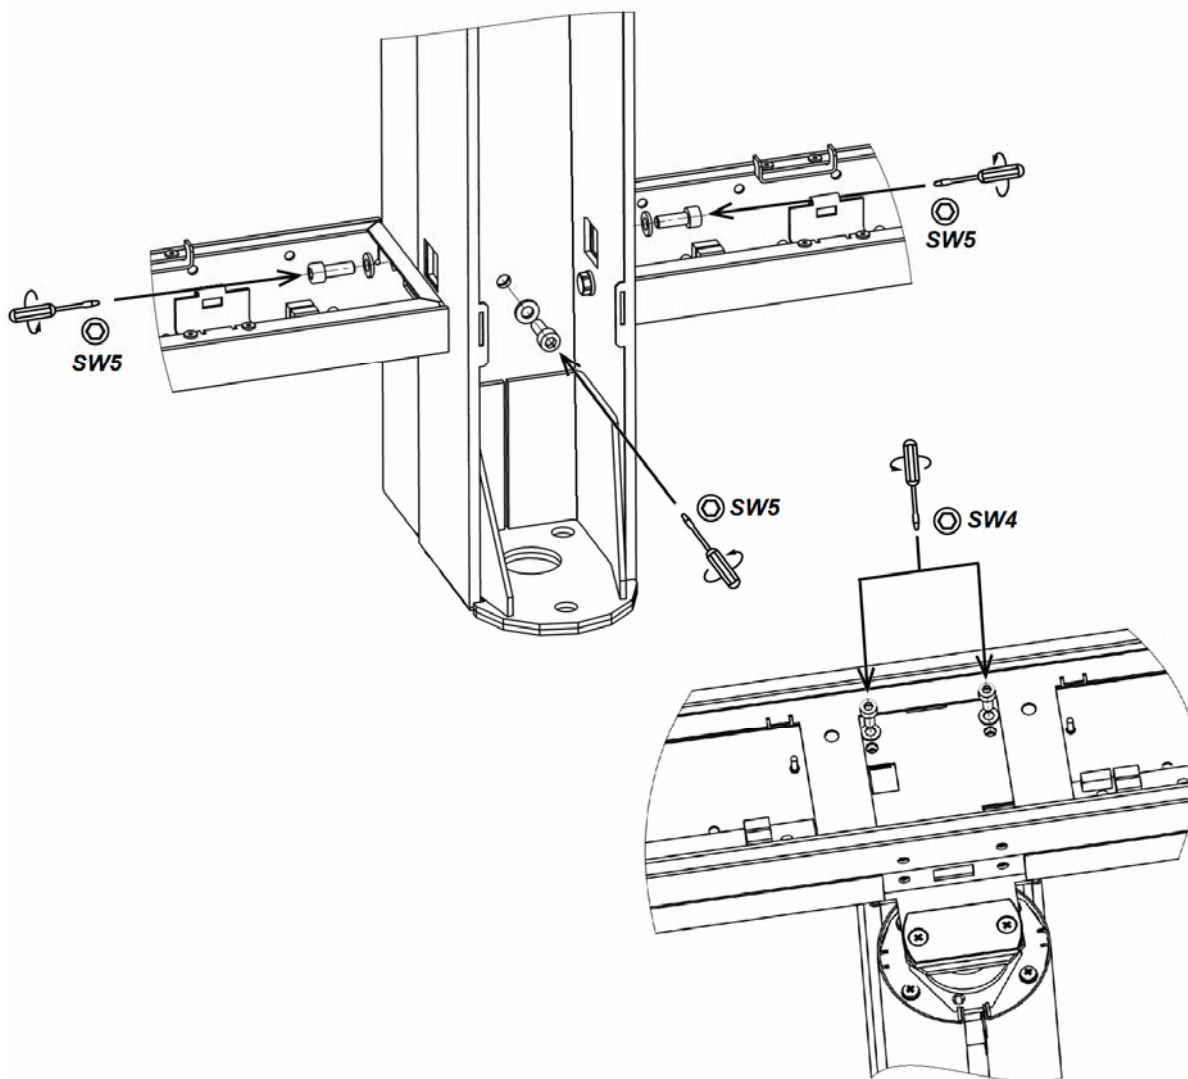

Рисунок 26. Демонтаж задней панели центральной стойки
1. Снимите крышку секции (10) (см. разд. 8.9.6) и две защитные пластины.
2. Снимите блок индикации на центральной стойке (3) (см. разд. 8.9.5).
3. Снимите кожух створки (4) (см. разд. 8.9.4).
4. Снимите кожух центральной стойки (5) (см. разд. 8.9.1).
5. Снимите обе крышки нижнего короба (14) (см. разд. 8.9.7).
6. Для секции **PERCo-ST-01**: Снимите заднюю панель центральной стойки (6). Для этого открутите 2 винта М6×16 (под шестигранный ключ SW5) в нижних коробах, один винт М6×16 (под шестигранный ключ SW5) в нижней части центральной стойки и два винта М5×12 (под шестигранный ключ SW4) в верхнем коробе (см. рис. 26).